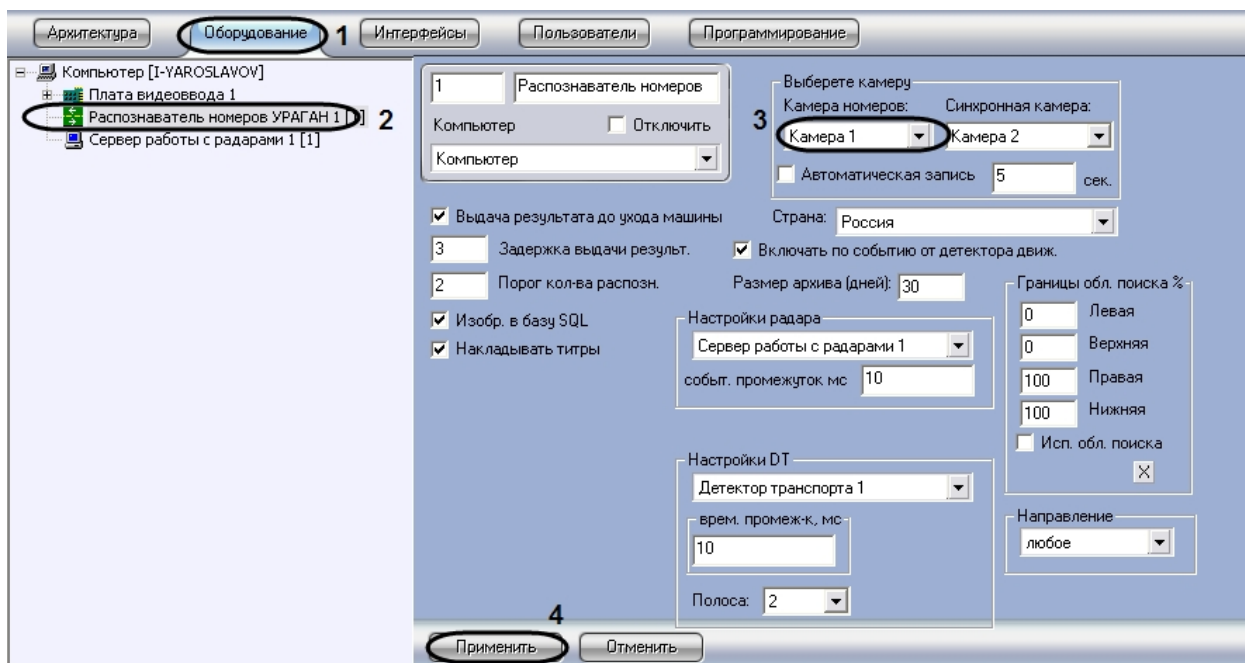

Рис. 25. Выбор объекта «Камера» для совместной работы с программным модулем «Ураган»
2. В дереве объектов на вкладке «Оборудование» выбрать объект «Распознаватель номеров УРАГАН», соответствующий настраиваемому программному модулю «Ураган». В правой части вкладки «Оборудование» отобразится панель настройки выбранного объекта (см. Рис. 25).